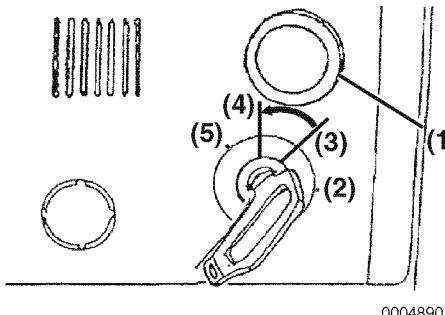

Figura 4
4. Con la llave en la posición ON, mantenga pulsado el botón de parada (**Figura 4, (1)**) hasta que se apague el motor.
- Cuando el motor se haya detenido, gire la llave de contacto a la posición OFF (**Figura 4, (4)**).